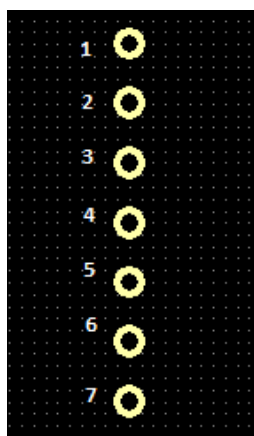

Рис. 3.10.2
4) Перенумеровать контакты. Для этого щелкнуть ПК по первому контакту. В меню выбрать **Pad Number** и установить значение, равное 1. Прodelать то же для остальных контактов, задав номера в порядке, отраженном на рис. 3.10.2